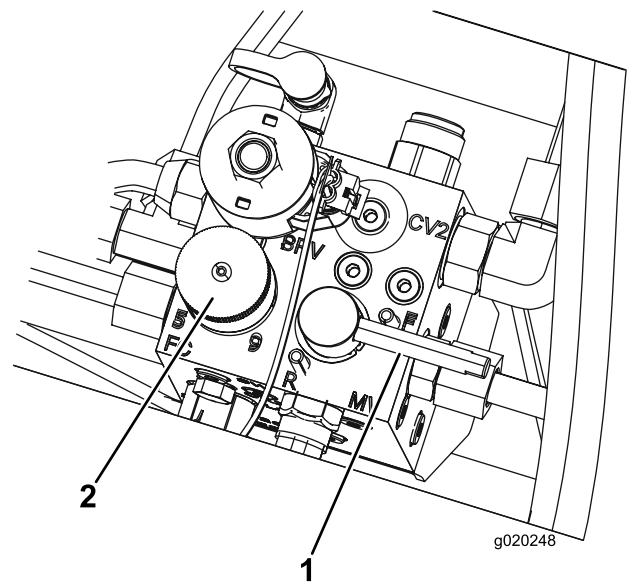

Figura 101
3. Mueva la palanca de autoafilado a la posición F (siega) (Figura 101).